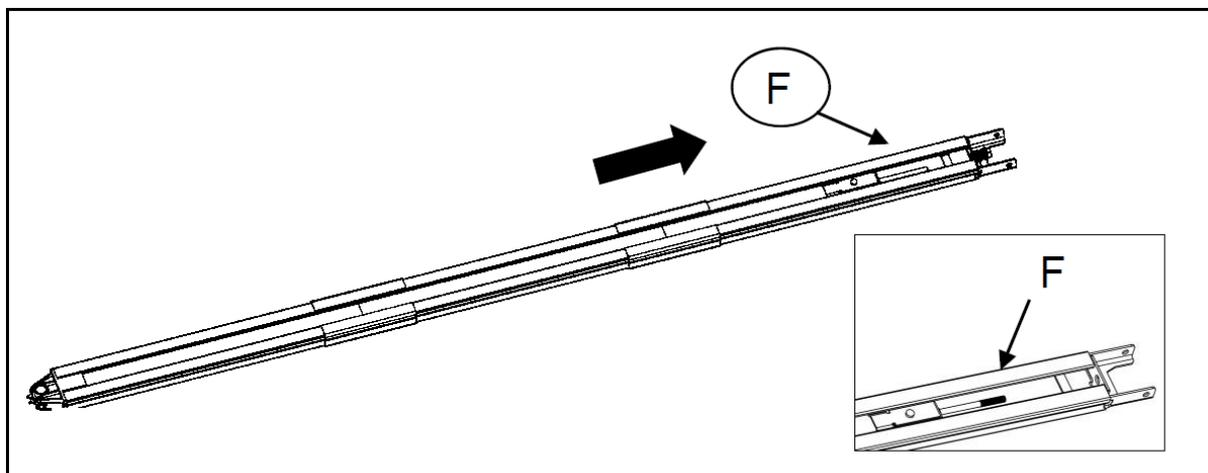

Abbildung 8
- Schneiden Sie das Kunststoffgewinde ab; ziehen Sie die Gewindestange zusammen mit der inneren Kette in die Endschienenposition (Abb.8).